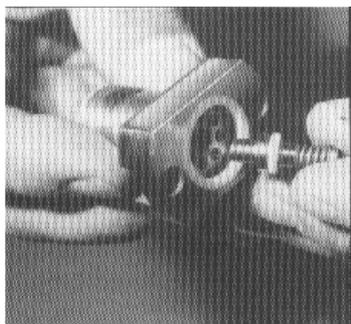

Fig. 4 Estrarre l'iniettore e la sua guarnizione
- Estrarre l'iniettore e la sua guarnizione e controllarne l'usura. (vedi Fig. 4).